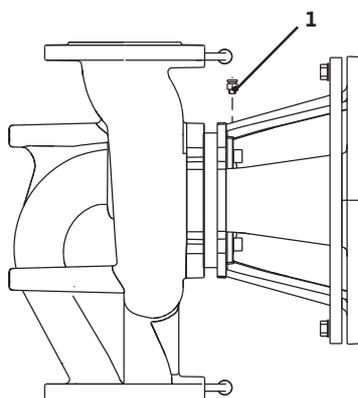

Fig. 41: Udluftningsventil
- Udluft pumperne ved at løsne udluftningsventilerne (Fig. 41, pos. 1). Tørrløb ødelægger pumpens akseltætning. Differenstryktransmitteren må ikke udluftes (fare for ødelæggelse).